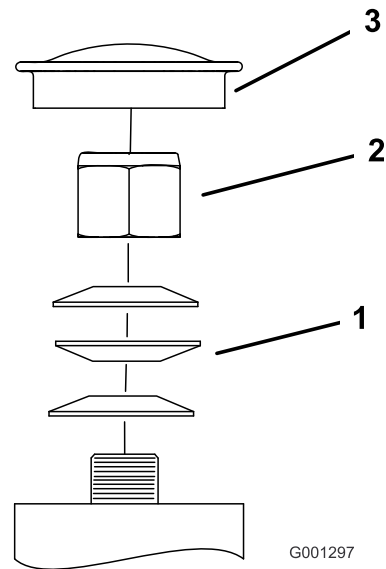

Figura 59
3. Retire el tapón guardapolvo de la rueda giratoria y apriete la contratuerca (Figura 59).
4. Apriete la contratuerca hasta que las arandelas de muelle estén planas, luego afloje $\frac{1}{4}$ de vuelta para establecer la pre-carga correcta de los cojinetes (Figura 59).
Importante: Asegúrese de que las arandelas de muelle están correctamente instaladas, según se muestra en Figura 59.
5. Coloque el tapón anti-polvo (Figura 59).